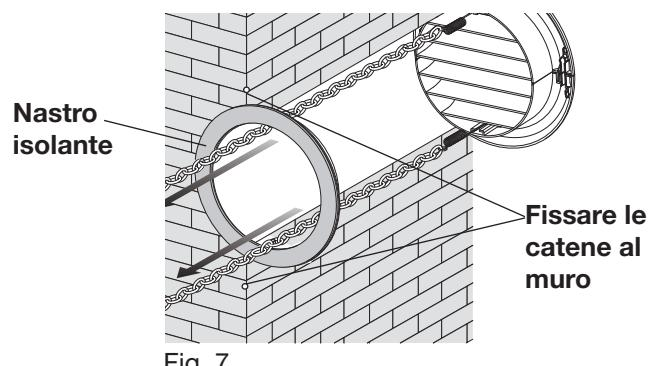

Fig. 7
- Applicare il nastro isolante adesivo (Fig. 7) sopra le alette del tubo al muro. (Fig. 5)